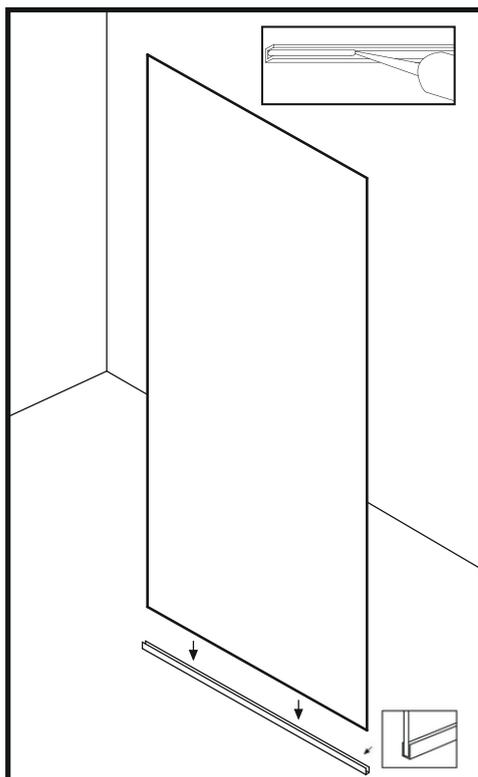

Abbildung 3
6. Füllen Sie die U-Leiste mit einem flachen Silikonstreifen. (Abbildung 3)